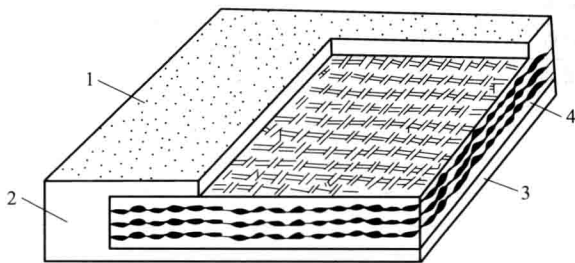

图 1-1 输送带结构
① 胶料对应橡胶产品名称、规格、型号、用途 胶料对应橡胶产品名称为阻燃输送带，产品规格、型号可从矿山等相关资源中查得，产品用途主要是矿用皮带输送机的主要配件，用来承收煤炭，并通过其运行将开采出的煤从井下输送到地面。
② 此橡胶产品的结构与组成 阻燃输送带多数为整芯结构，有时也有钢丝结构或分层结构。组成为上下覆盖胶、边胶、带芯，有时可增添缓冲层，如图 1-1 所示。